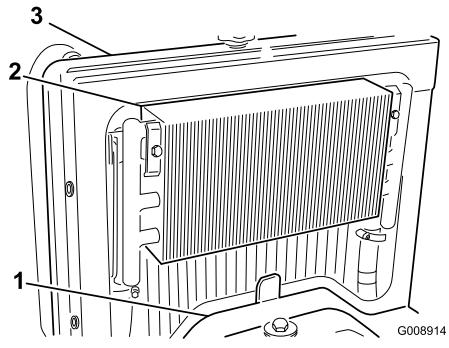

Bild 63
3. Entfernen Sie die Zugangsplatte (Bild 63).